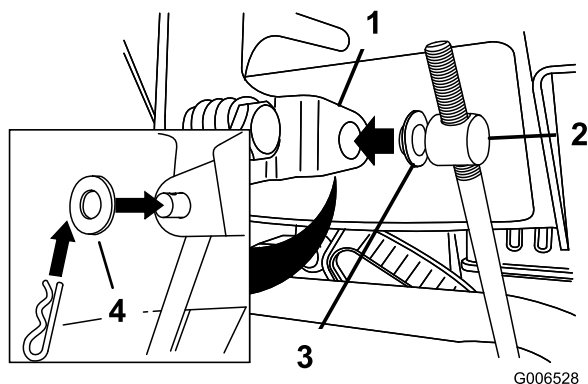

Figure 5
2. Fixez l'extrémité inférieure de la tige de commande de vitesse avec une rondelle plate et une goupille fendue (Figure 5).
3. Placez une rondelle plate sur le tourillon (Figure 5).
6. Soulevez la tige de commande de vitesses et insérez le tourillon dans le trou du levier sélecteur de vitesses (Figure 5).